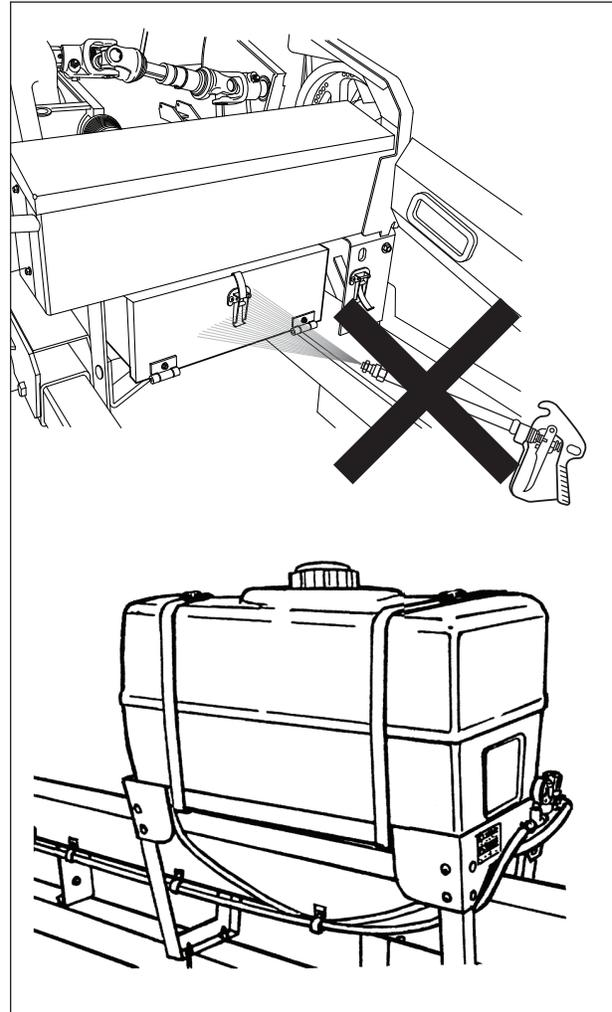

Figure 187 Boîte du détecteur de métal et système d'incorporation de liquide
NOTE : Ne pas laver sous pression la boîte du détecteur de métal et/ou les roulements sur la Fourragère ou l'attache (figure 187).
9. **À la fin de la saison, vidanger le système d'incorporation de liquide à l'aide d'antigel (figure 187);**